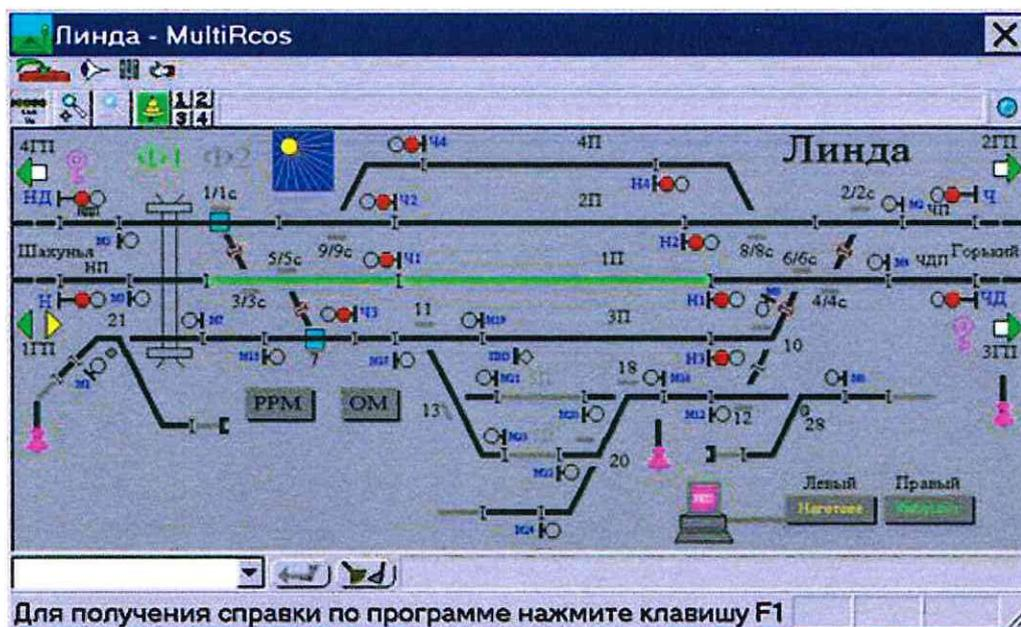

Рисунок 7. Вид станции на АРМ ДСП.
7.2.5 ДСП работает на резервном АРМ ДСП в течение 10-20 минут (Рисунок 7).